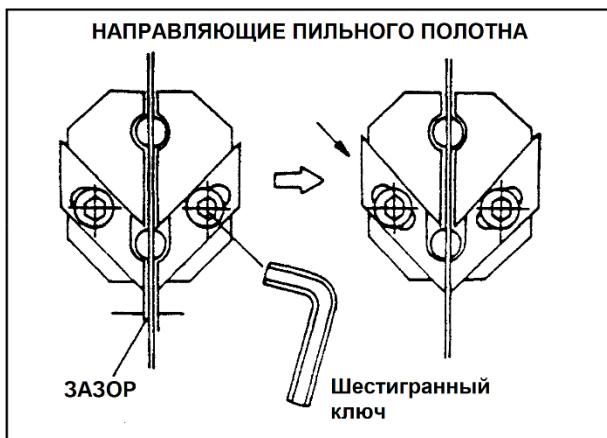

Рис. 9.
5. Ослабьте винты с внутренним шестигранником (Рис. 9) на направляющих полотна.
7. Затяните винты (Рис. 9).